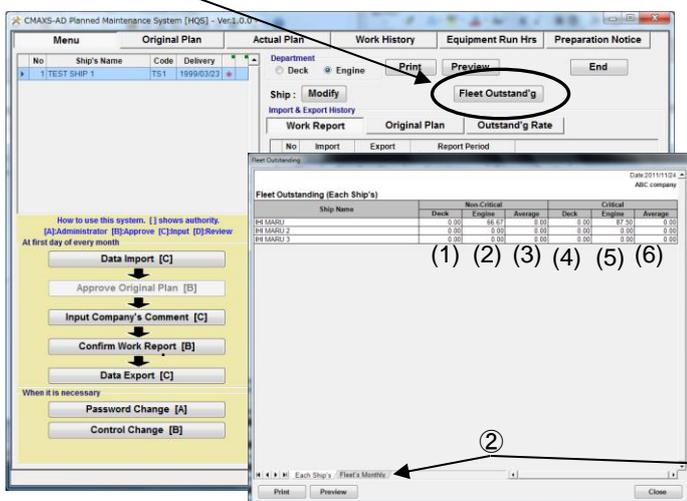

図 16-1 Each ship's 画面
① “Menu 画面”で[Fleet Outstand'g] ボタンを選択してください。“Each ship's 画面”(図 16-1)が表示されます。